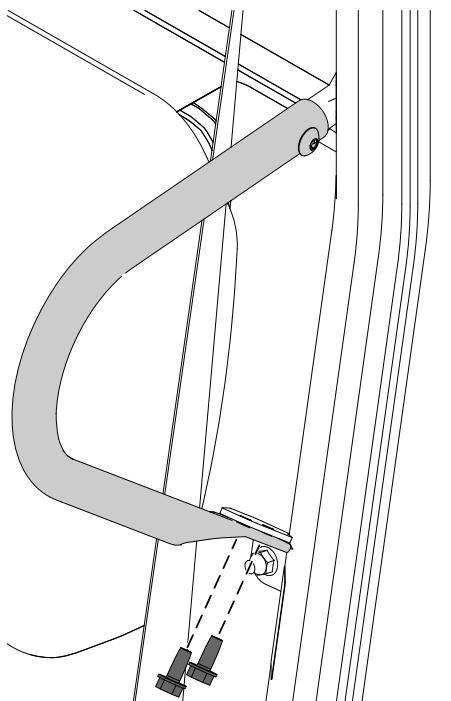

Figura 1
5. Retire os parafusos do suporte do apoio de ombros e guarde-os para instalação posterior (Figura 1).